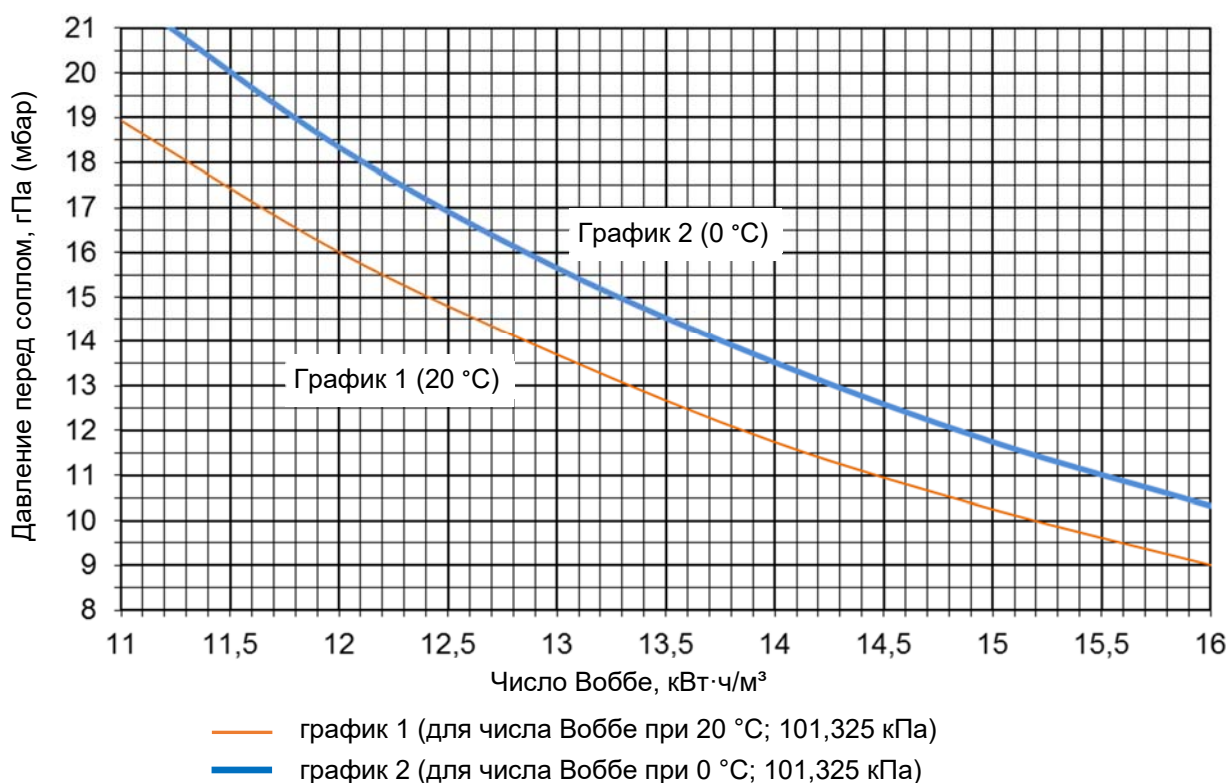

Рисунок 4.2.2 Определение давления газа перед соплом
**\* Для достижения номинальной тепловой мощности излучателя необходимо давление газа на входе в сопло установить согласно графику (рисунок 4.2.2), в зависимости от числа Воббе используемого природного газа (информацию о числе Воббе необходимо получить у местной газораспределительной организации).**